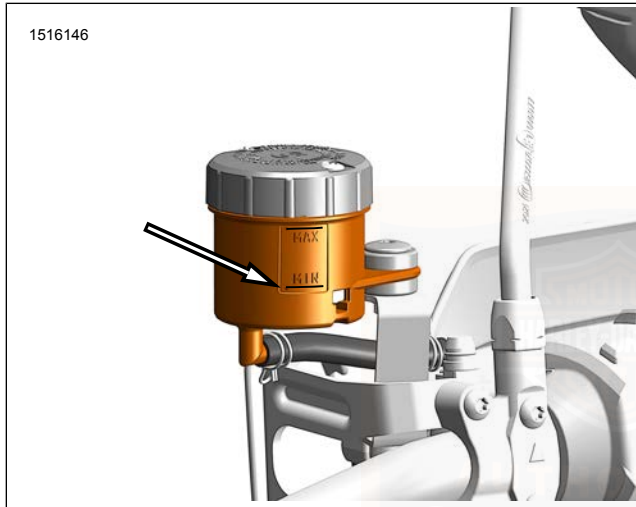

Abbildung 57. MIN-Markierung am Vorderradhauptbremszylinderbehälter
2. **Vorne:** Siehe Abbildung 57 Den Füllstand an der Seite des Vorderradbremflüssigkeitsbehälters prüfen. Füllstand muss über der Mindestmarkierung am Schauglas liegen.